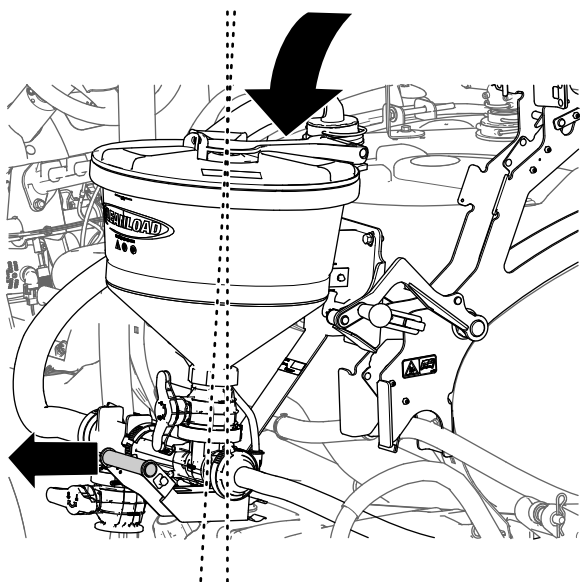

Figura 39
4. Baje el eyector del todo mientras sujeta la manija del eyector un poco hacia fuera (Figura 39).
2. Eleve el eyector mientras sujeta la manija del eyector un poco hacia fuera (Figura 39).